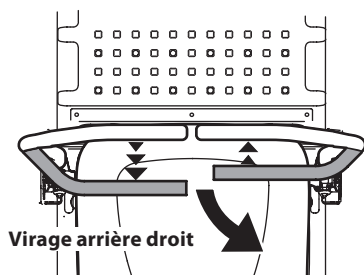

Figure 26
2. Pour faire demi-tour en marche arrière, déplacez le levier de contrôle droit en avant du levier de contrôle gauche er (Figure 26).